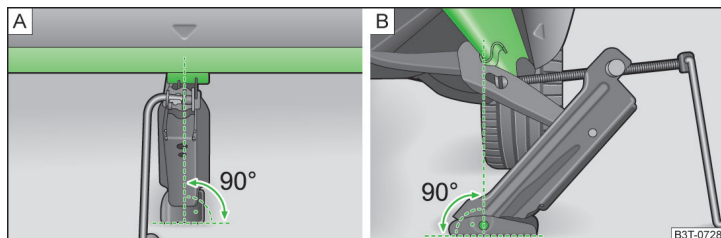

Fig. 143 Colocar el gato
- Fije el gato de modo que la garra abarque el alma vertical » fig. 143 - [B].
- Apoye la placa de base del gato con toda la superficie en un suelo recto y asegúrese de que el gato se encuentra en posición vertical respecto a la posición en la que la garra abarca el alma » fig. 143 - [A].